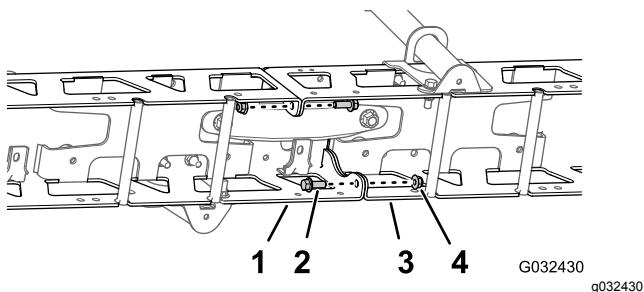

图52
1. 拧下用于固定左右桁架框架的垂直法兰的 2 个凸缘头螺栓3/8 x 1 英寸和 2 个凸缘锁紧螺母3/8 英寸图52。